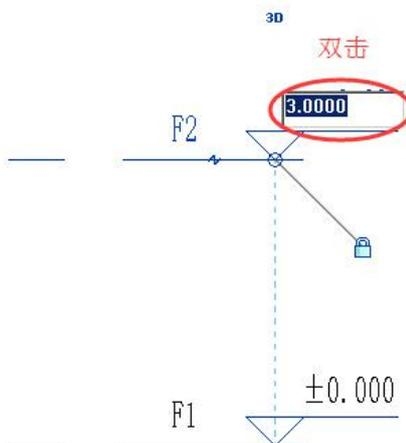

图 2-3 标高修改
• 使用鼠标滚轮进行平移或缩放，使 F1、F2 标头处于绘图区域中间，双击“3.000”，将其改为标高“4.200”（图 2-3），回车。此时，F2 标高改为 4.2m。
- 按照图 2-3 的方法修改 F3 标高为“8.400”。